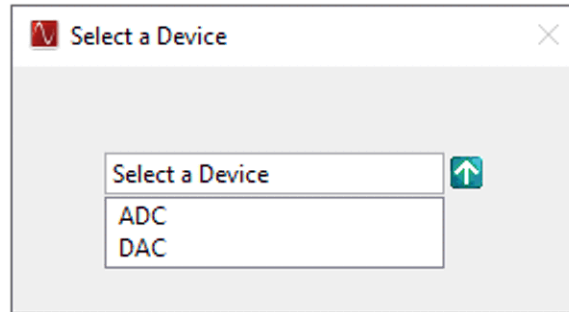

图 5-1. 选择要加载的 ADC 或 DAC 固件
3. 完成此选择后，点击 GUI 左上方的下拉箭头以选择器件名称和 JMODE，如图 5-1 所示。